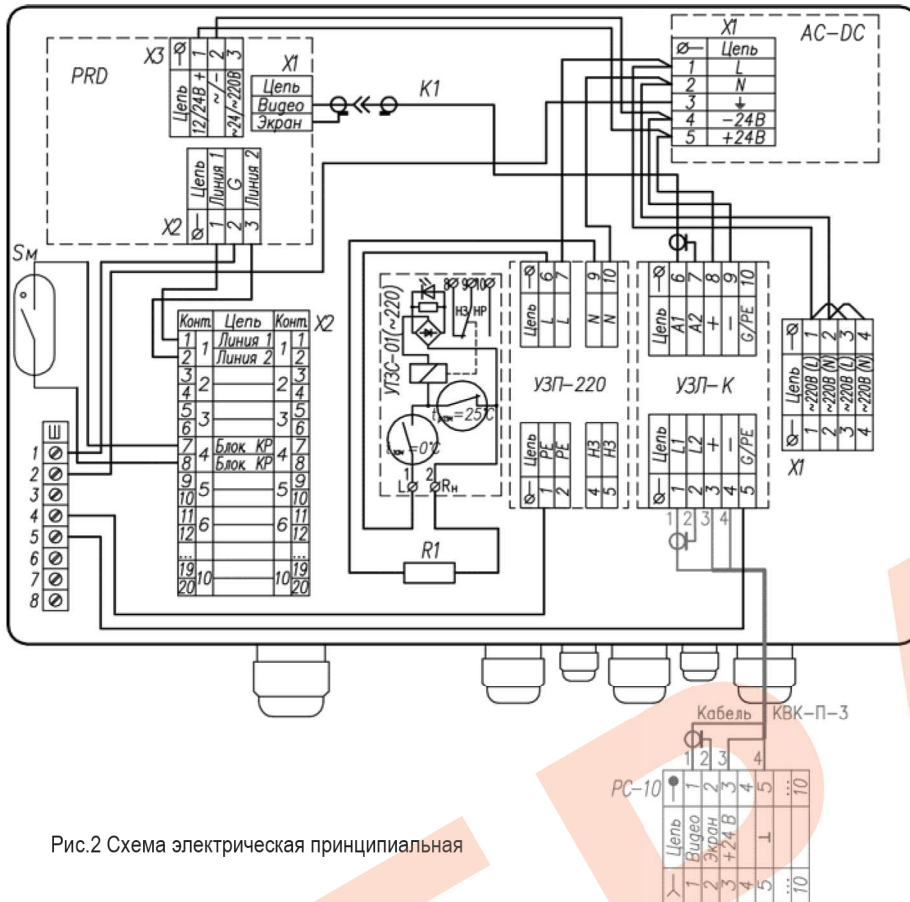
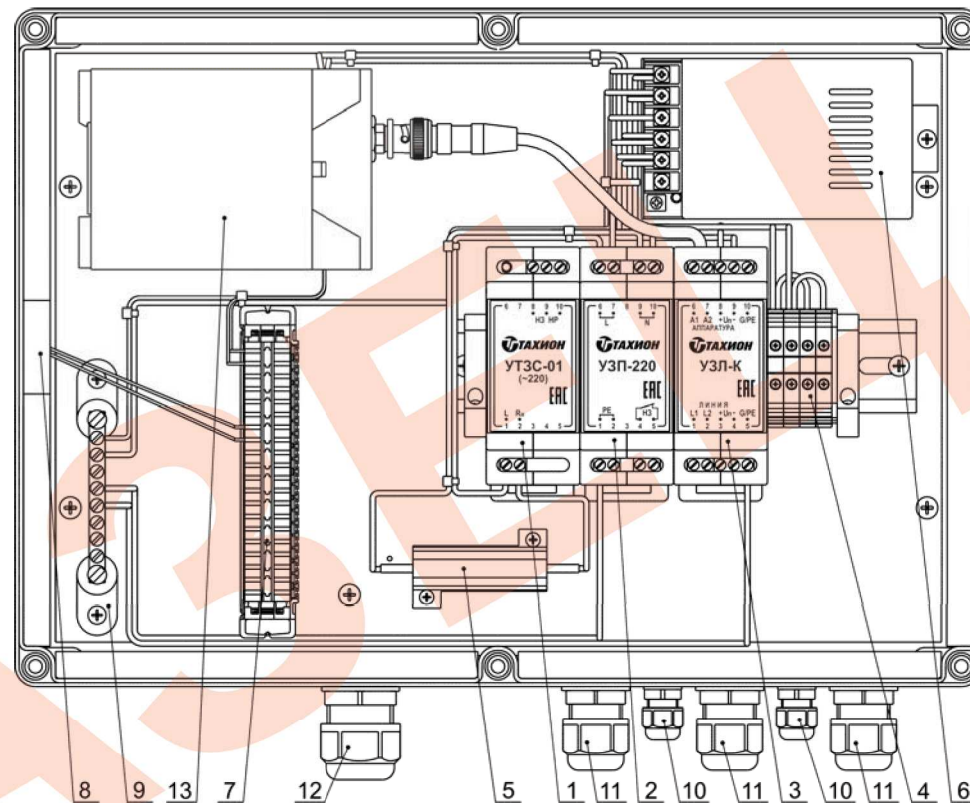

Рис.2 Схема электрическая принципиальная
Рис.1 Устройство КМГО-220-01 (крышка не показана)
В состав изделия входят (см. рис.1 и рис.2):
Подключение цепей изделия производится в соответствии со схемой электрической принципиальной (рис.2). Для подключения необходимо:
2. Заземлить любой свободный контакт шины заземления Ш (поз.9 рис.1).
3. Подключить ТВК (телевизионную видеокамеру) к УЗЛ-К с помощью кабеля КВК-П-3 и разъема РС-10 согласно схеме (рис.2).
- магнитоконтактный извещатель Sm (поз.8 рис.1) к внешнему устройству сигнализации через контакты 7 и 8 (4-я пара) планта X2.
5. Подать трехпроводным кабелем напряжение питания 220В АС на клеммную колодку X1, при этом фазный провод (L) соединить с контактом 3, нулевой провод (N) с контактом 4, а провод заземления соединить с контактом РЕ устройства защиты от импульсных перенапряжений УЗП-220.